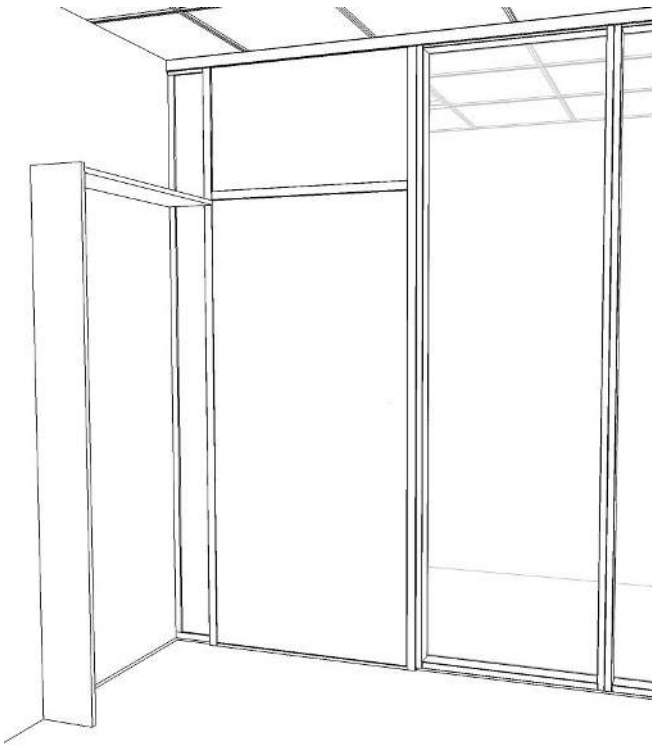

Fig 17.
- Garderobe bak dør monteres ved å sette opp sidevangen vertikalt i flukt med kant av dørbladet. Fig. 17